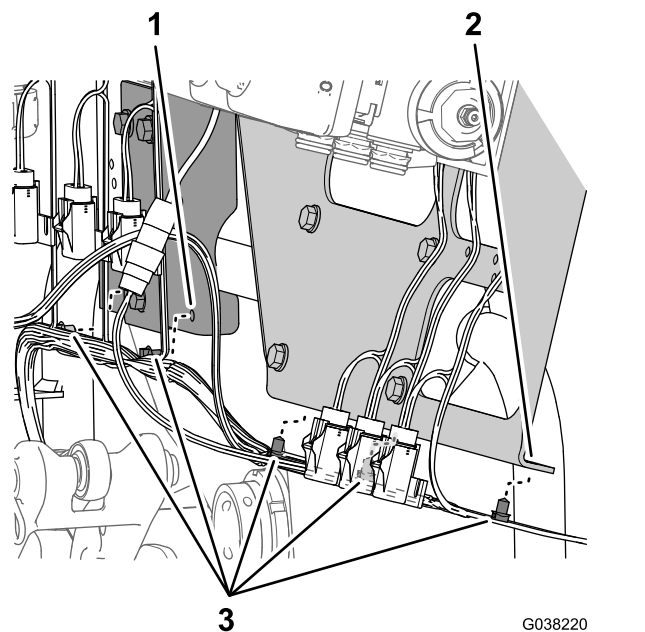

Рисунок 50
- Прикрепите жгут проводов машины к кронштейну клапанов перемешивания, регулирования расхода и главного распылительного клапана и к кронштейну клапанов секций с помощью 5 вставных держателей (Рисунок 50).